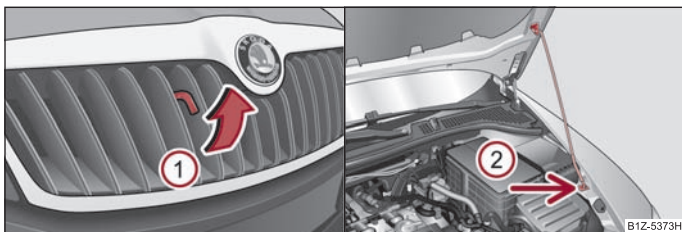

Fig. 13 Grilajul radiatorului: Maneta de siguranță/Asigurarea capotei motorului cu tija de susținere
- Trageți maneta de siguranță în sensul indicat de săgeata ① ⇒ fig. 13, capota motorului se încuie.
- Ridicați tija din suport și introduceți-o în orificiul prevăzut pentru aceasta ②.